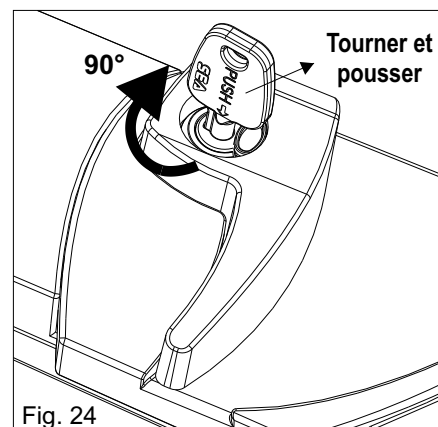

Fig. 24
- 2) Insérer la clef, pousser et la tourner de 90° dans le sens des aiguilles d'une montre (fig.24);